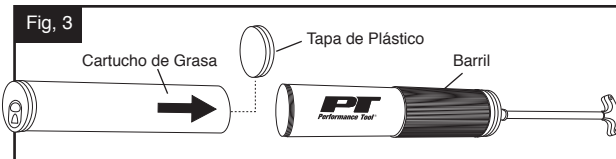

Fig. 3
3. Despues de remover la tapa de plastico del cartucho de grasa, aplique una pequeña cantidad de grasa al borde interior del cartucho. (Fig. 3)